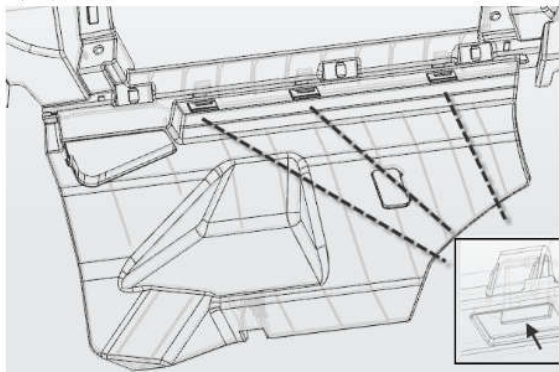

图 1-24 仪表板左/右下隔音板总成结构示意图
(1) 用一字螺丝刀沿图 1-24 箭头所指方向用力按压，直到卡脚脱出卡扣孔；
(2) 下拉隔音板，将所有卡扣拉出，拔掉脚部照明灯线束接插件，即可取下右下隔音板。